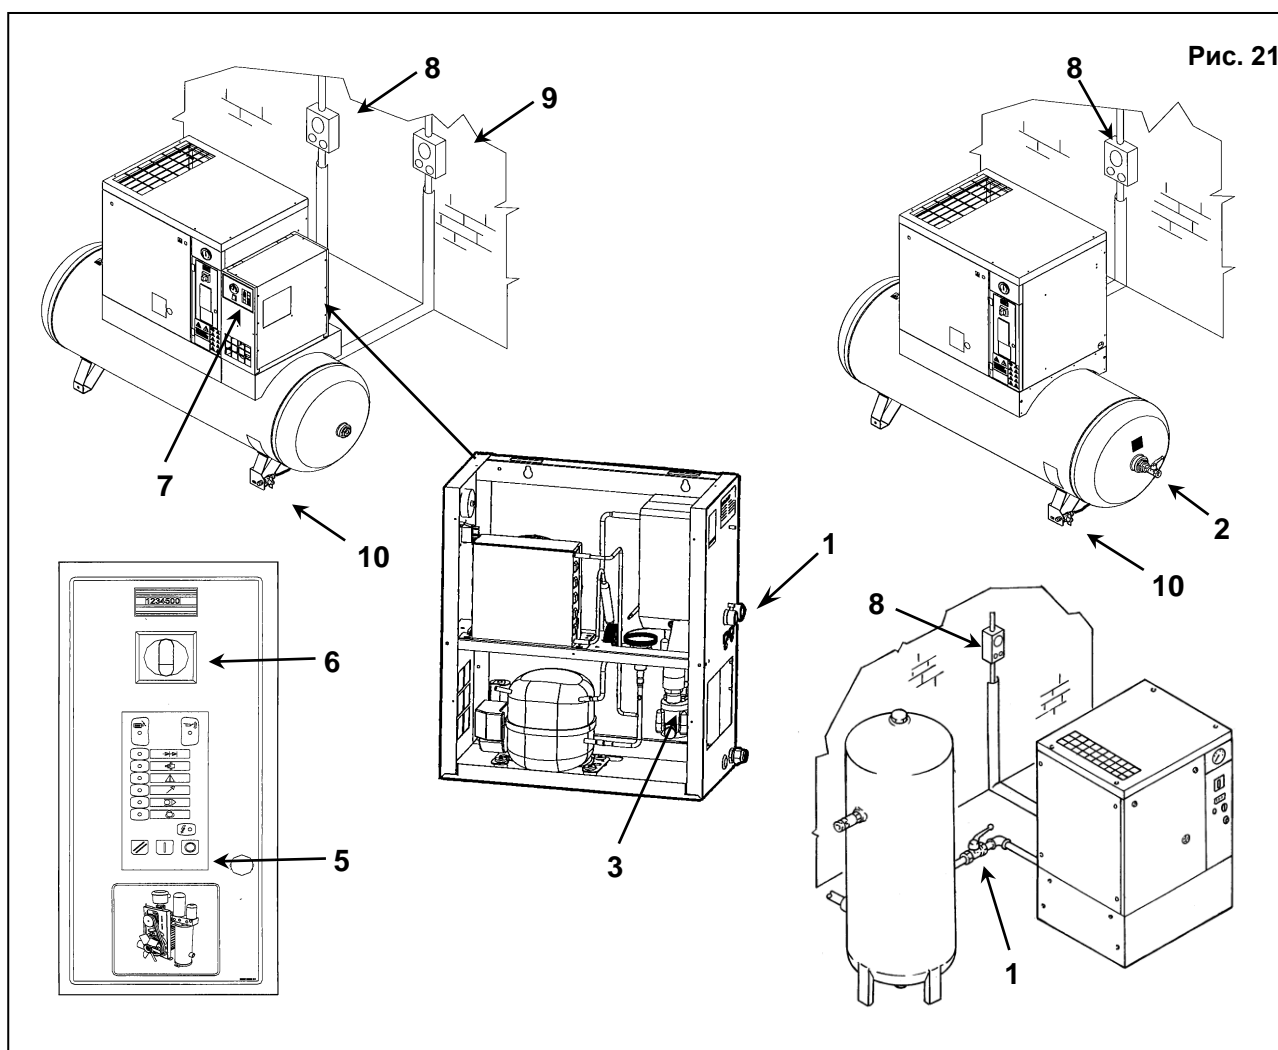

Рис. 21
- Закройте кран, поз. 1 и поз. 2, Рис. 21.
- Сбросьте давление осушителя, нажав (приблизительно на 10-20 секунд) на кнопку сброса конденсата "TEST", расположенную на таймере (поз. 3, рис.21).
- Выключите машину кнопкой, поз. 5 (см. рис. 21): при этом машина остановится через 30 секунд работы на холостом ходу.
- Нажмите кнопочный выключатель поз. 7, Рис. 21 (при его наличии на осушителе)
- Выключите автоматический дифференциальный переключатель питания, поз. 8 (на винтовом компрессоре) и поз. 9 (при наличии осушителя), Рис. 21.
- Сбросьте давление, повернув кран, поз. 10, Рис. 21.
- Снова закройте кран, поз. 10, Рис. 21 после полного сброса остаточного давления воздуха.